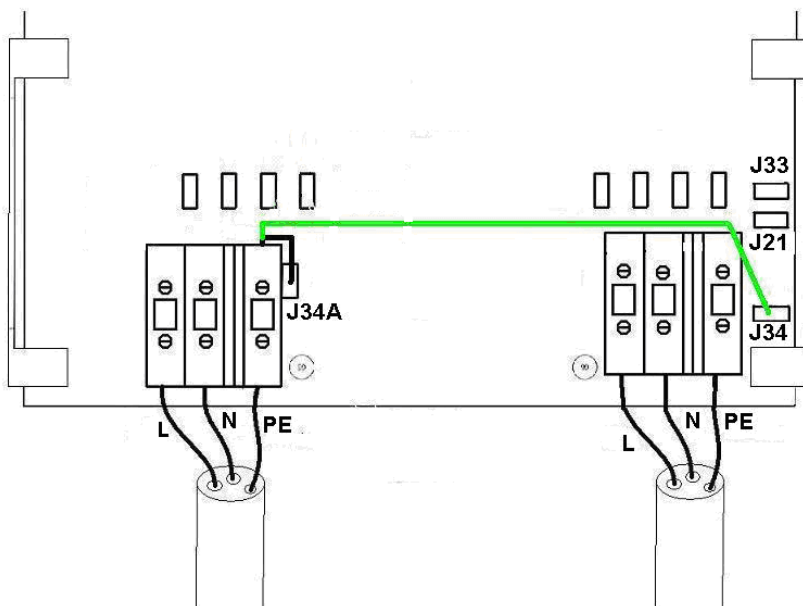

Figure 4: connexion d'entrée à la terre
## 2.3 Connexion d'entrée à la terre (figure 4)
- Si le bateau est à l'eau, raccorder le fil PE, en provenance de la borne d'entrée PE, au connecteur-poussoir mâle J34A (fil illustré en noir sur la figure 4). Désormais, l'entrée et la sortie sont isolées l'une de l'autre.
- Si le bateau est à terre (hivernage ou maintenance), le conducteur PE du navire doit être raccorder directement à l'entrée PE, pour des raisons de sécurité. Pour ce faire, il suffit de raccorder le fil PE, en provenance de la borne d'entrée PE, au connecteur-poussoir mâle J34 (fil illustré en gris sur la figure 4).